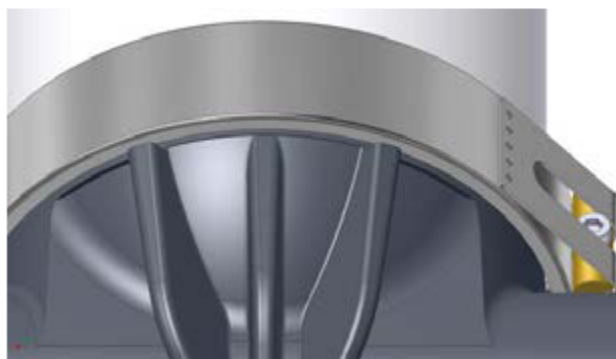

Рисунок 10-9: Рельефные ребрышки
4. После того как трубные соединения будут правильно выровнены, затяните винты на достаточную степень, чтобы они не соскользнули с выступающих ребер подающих/сливных коллекторов (см. Рисунок 10-9).